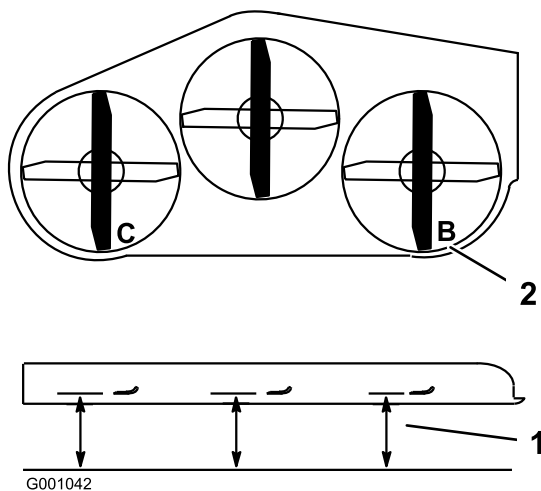

Figure 60
1. Tournez la lame droite dans le sens longitudinal (Figure 60).
2. Mesurez la distance au point **B** entre la surface plane et le tranchant de la pointe de la lame droite (Figure 60).
4. Tournez la lame gauche dans le sens longitudinal (Figure 60).
5. Mesurez la distance au point **C** entre la surface plane et le tranchant de la pointe de la lame gauche (Figure 60).